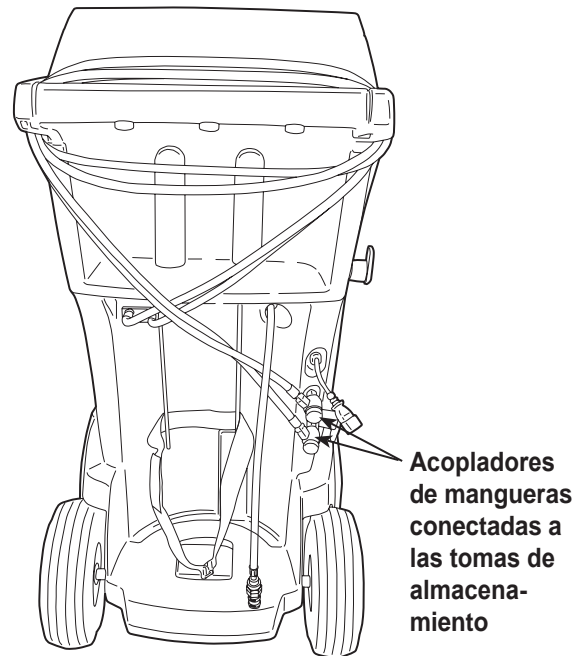

Figura 25
2. Enrolle las mangueras de servicio alrededor del asa dos veces y conéctelos a las tomas de almacenamiento. Consulte la Figura 25.